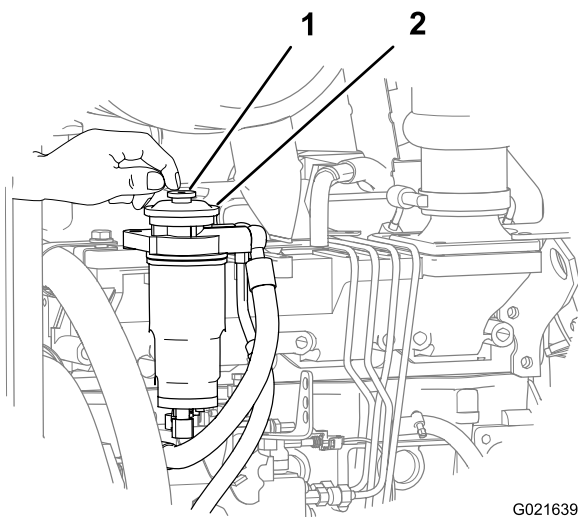

Рисунок 127
6. Найдите кнопку прокачки в верхней части переходника топливного фильтра тонкой очистки (Рисунок 127).
7. Нажимайте и отпускайте кнопку прокачки повторно, пока не почувствуете сопротивление при ее нажатии (Рисунок 127).